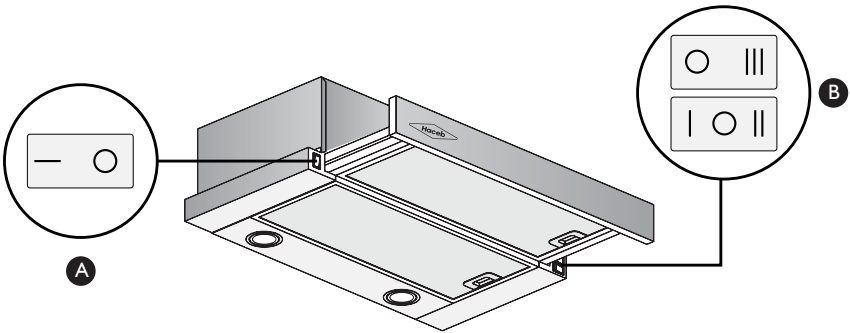

Figura 17.
- Para encender la campana desplace el panel frontal hacia el frente y seleccione la velocidad deseada. (Ver Figura 17).